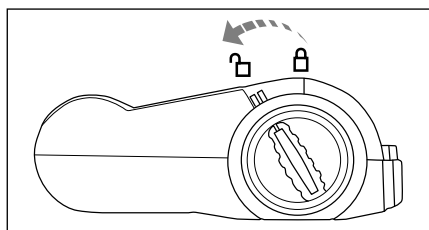

Fig. 7
- 1) Rotiți duza pentru pardoseală ⑩.
- 2) Deblocați peria rotativă ⑬ rotind dispozitivul de deblocare a periei rotative ⑰ în direcția simbolului □ (deschis) (fig. 7).